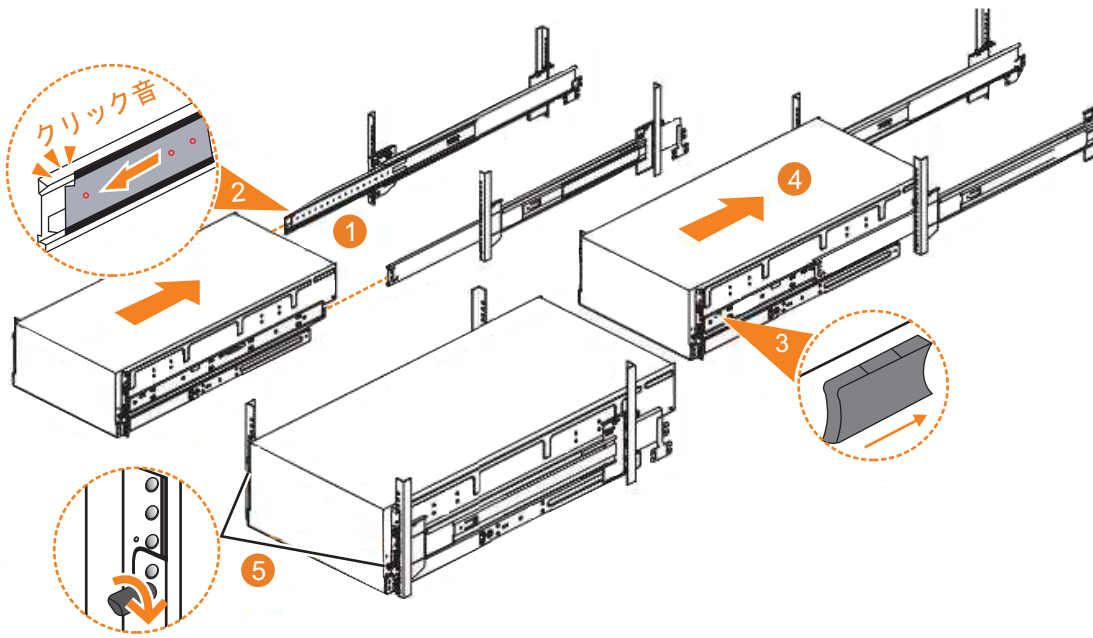

図 61. ラックへの 2145-92F エンクロージャーの再取り付け
1. 左右のドロワー・セクションをラックから完全に伸ばして、伸びた位置 (図 61 の **1**) にレールをロックします。
2. ボール・ベアリング・リテーナーが左右のドロワー・セクション (図 61 の **2**) の前面内でカチッと音がして定位置に収まったことを確認します。
6. エンクロージャーの前面付近にある左右の青色の解放タブの位置を確認します。両方の解放タブを前方へ押して、ドロワー機構のロックを解除します (80 ページの図 61 の **3**)。
7. エンクロージャーをしっかりとラック内に押し込みます (80 ページの図 61 の **4**)。
8. ロックつまみねじ (80 ページの図 61 の **5**) を締めて、エンクロージャーをラックに固定します。